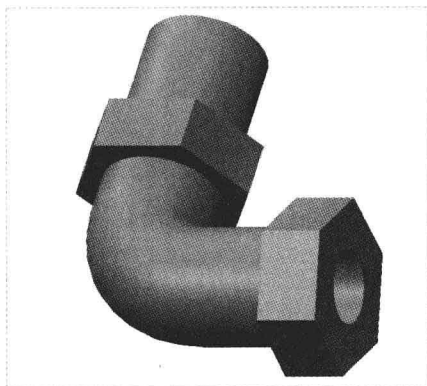

图 16-38 创建拉伸特征 2
Step 12 返回“拉伸”选项卡，设置拉伸高度为 8，并调整拉伸方向，单击“应用并保存在工具中所做的所有更改”，然后关闭工具操控板”按钮，完成拉伸特征的创建，如图 16-38 所示。